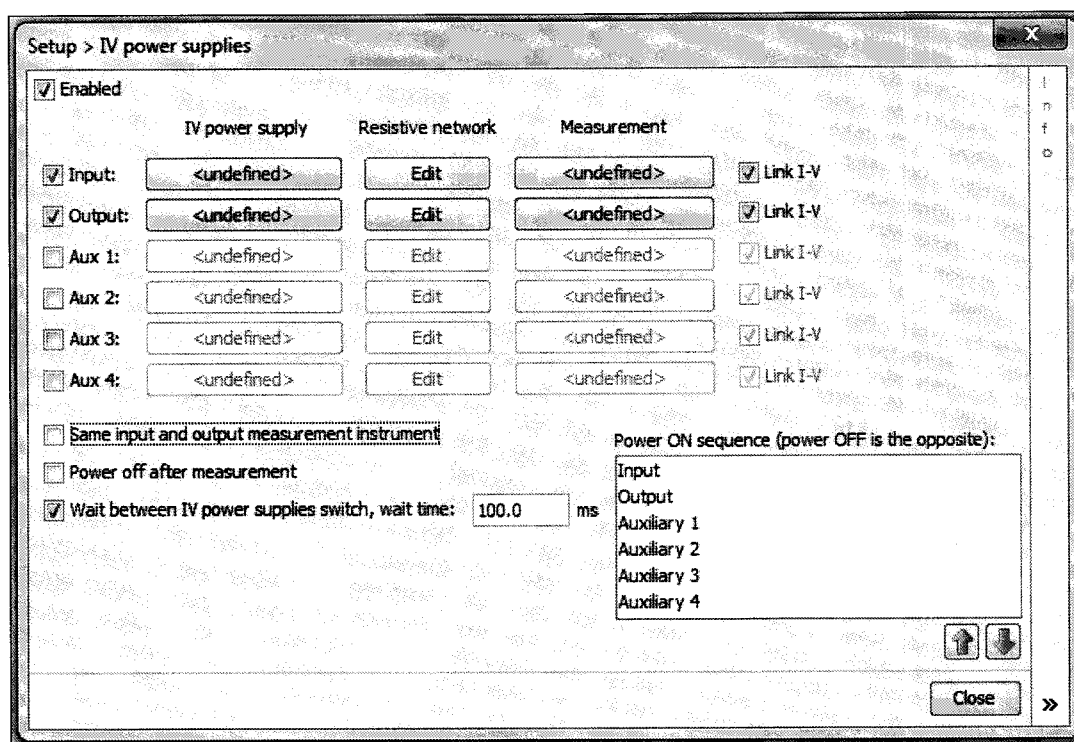
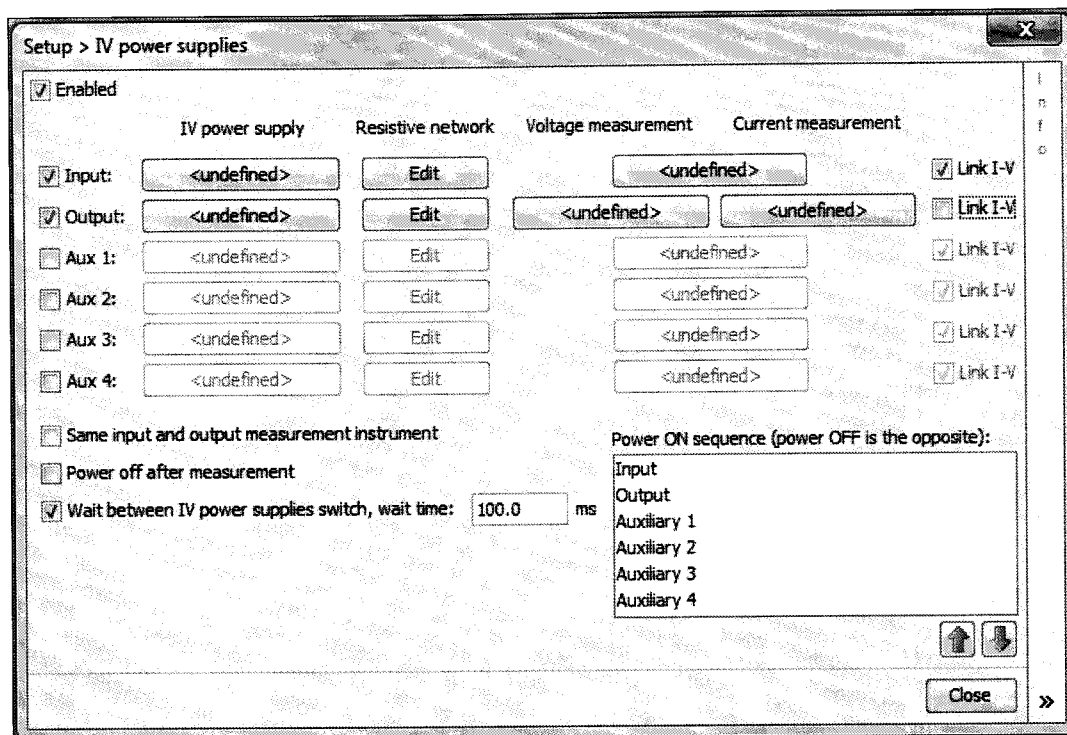

Рисунок 7.2.6 – Окно Setup & measurement, Setup > IV power supplies, метка Same input and output instruments снята
Рисунок 7.3.2 – Окно Setup > IV power supplies, конфигурация для измерения напряжения и силы тока зондом затвора
7.3.2 В окне Setup, Power supplies (рисунок 7.2.6), снять метку Link I-V справа в строке Output, при этом окно приобретет вид, показанный на рисунке 7.3.2.
7.3.3.1 Нажать клавишу Undefind на пересечении IV power supply / Input (рисунок 7.3.2), при этом появится окно Setup>Power supplies>Input generator.
7.3.3.2 Нажать клавишу Undefind на пересечении IV power supply / Output (рисунок 7.3.2), при этом появится окно Setup>Power supplies>Output generator.
7.3.3.3 Нажать клавишу Undefined на пересечении Input / Voltage measurement / Current measurement (рисунок 7.3.2), при этом появится окно Setup > IV power supplies > Input measurement.
7.3.3.4 Нажать клавишу Undefined на пересечении Output / Voltage measurement (рисунок 7.3.2), при этом появится окно Setup > IV power supplies > Output voltage measurement.
7.3.3.5 Нажать клавишу Undefined на пересечении Output / Current measurement (рисунок 7.3.2), при этом появится окно Setup > IV power supplies > Output current measurement.
7.4.2 В окне Setup, Power supplies (рисунок 7.2.6) снять метку Link I-V справа в строке Output (рисунок 7.3.2).
7.4.3.1 Нажать клавишу **Undefind** на пересечении **IV power supply / Input** (рисунок 7.3.2), при этом появится окно **Setup>Power supplies>Input generator**.
7.4.3.2 Нажать клавишу **Undefind** на пересечении **IV power supply / Output** (рисунок 7.3.2), при этом появится окно **Setup>Power supplies>Output generator**.
7.4.3.3 Нажать клавишу **Undefined** на пересечении **Output / Voltage measurement/Current measurement** (рисунок 7.3.2), при этом появится окно **Setup>IV power supplies>Output measurement**.
7.4.3.4 Нажать клавишу Undefined на пересечении Input / Voltage measurement (рисунок 7.3.2), при этом появится окно Setup>IV power supplies>Input voltage measurement.
7.4.3.5 Нажать клавишу Undefined на пересечении Input / Current measurement (рисунок 7.3.2), при этом появится окно Setup>IV power supplies>Input current measurement.